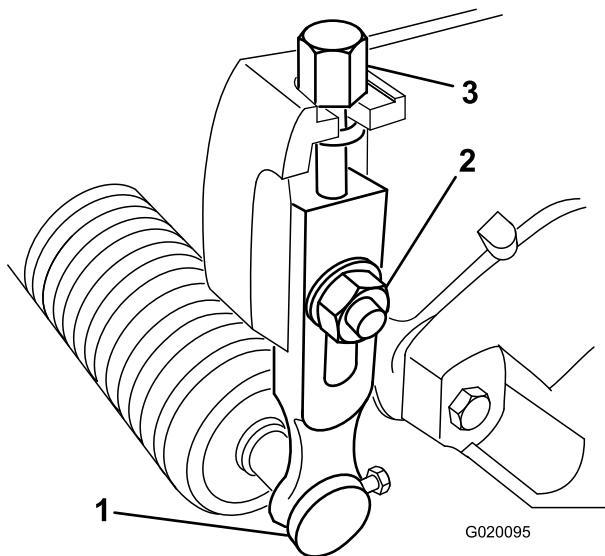

Figure 8
- 1. Desserrez les contre-écrous qui fixent les bras de hauteur de coupe aux plaques latérales du plateau de coupe (Figure 8).